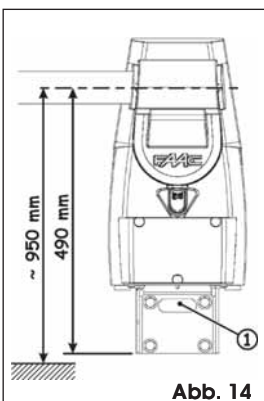

Abb. 14
Bei der Wandmontage können die Stromkabel ins Mauerwerk eingelassen werden und dann aus der Aufnahme heraustreten, Abb. 14 Bez. ①, oder extern unter Zuhilfenahme von Rohren oder Ummantelungen verlegt werden. Zur Feststellung der Position der Kabel wird auf das Kapitel 4.3.1 verwiesen.
1. Die Position der Halterung bestimmen und dabei das Maß aus Abb. 14 berücksichtigen. Empfohlen wird der Einbau der Automation, sodass die Stange sich auf einer Höhe von etwa einem Meter vom Boden befindet.